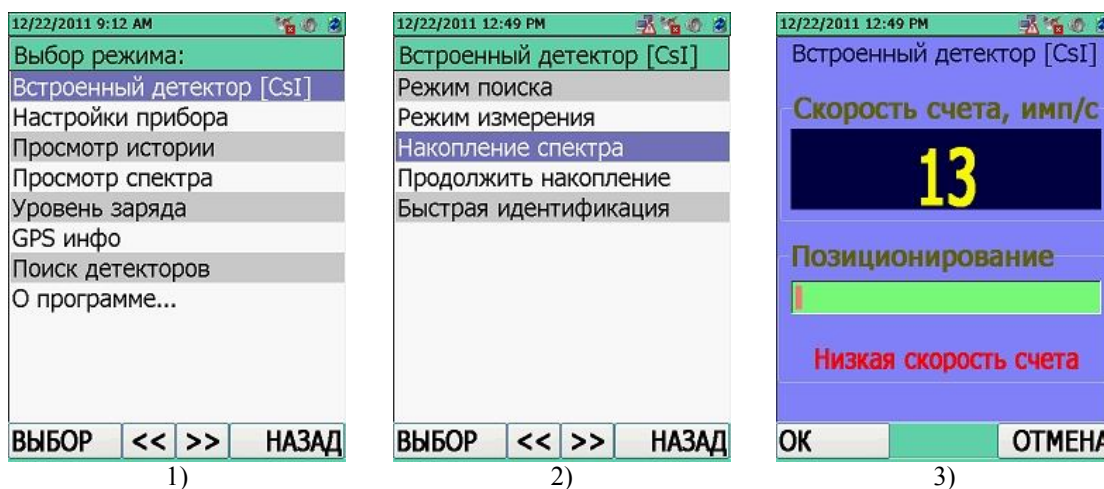

Рисунок 11.7
Для входа в режим регистрации сцинтилляционных спектров **"Накопление спектра"/"Продолжить накопление"** необходимо в окне отображения режимов работы встроенного БД **"Встроенный детектор [CsI]"** выбрать, рисунок 11.7 (1, 2, 3):
Накапливаемый спектр будет доступен пользователю при выборе строки **"Продолжить накопление"** в окне отображения режимов работы встроенного БД **"Встроенный детектор [CsI]"**, рисунок 11.7 (1, 2). Загрузка накапливаемого спектра может занять некоторое время до момента отображения его на ЖКИ, рисунок 11.9 (1).